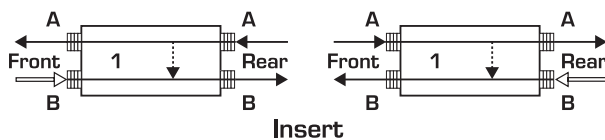

Bild 1.2: Insert-konfiguration (Mode 1)
Bild 1.2 illustrerar hur inläggsvägar ("inserts") förbinds med kablar. Vi antar att du har förbundit en signal med den övre, bakre kontakten (A). Den här signalen kommer nu att ledas vidare till framsidan över (A) och till baksidan via (B). Först när den nedre kontakten (B) på framsidan används, delar den skisserade vägen upp sig, så att var och en av de båda övre och de båda nedre kontakterna är i förbindelse med varandra. Det här användningssättet benämns "Input Break". Den fungerar också spegelvänt (se Bild. 1.2), när (i det här fallet) signalflödet delas upp, genast när kontakten (B) på baksidan blir belagd. Mode 1 passar exempelvis till att förbinda master-inserts från ditt mixerbord med in- och utgångarna på din kompressor. Eller kan kanal-inserts förbindas med equalizerns in- och utgångar.